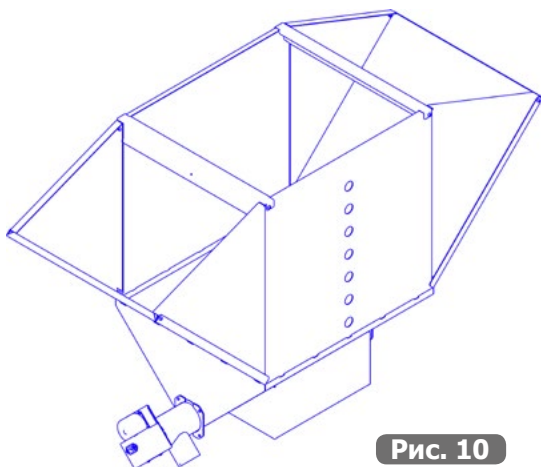

Рис. 10
6. Для установки второй пары вставок повторите пункты 1 – 4. (Рис.10).